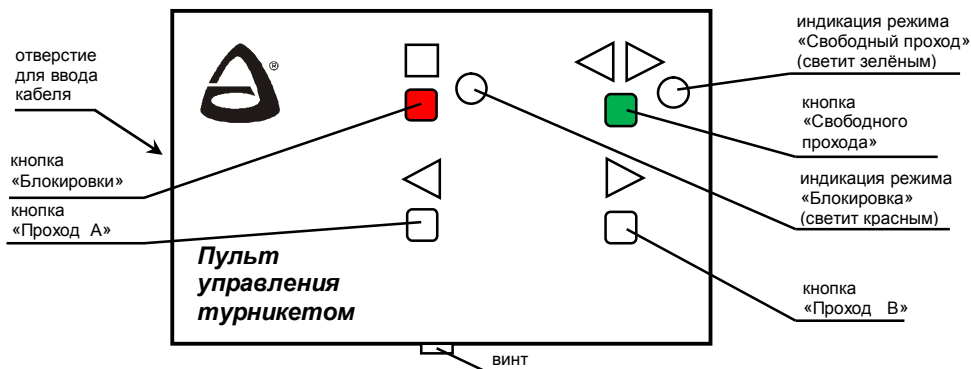
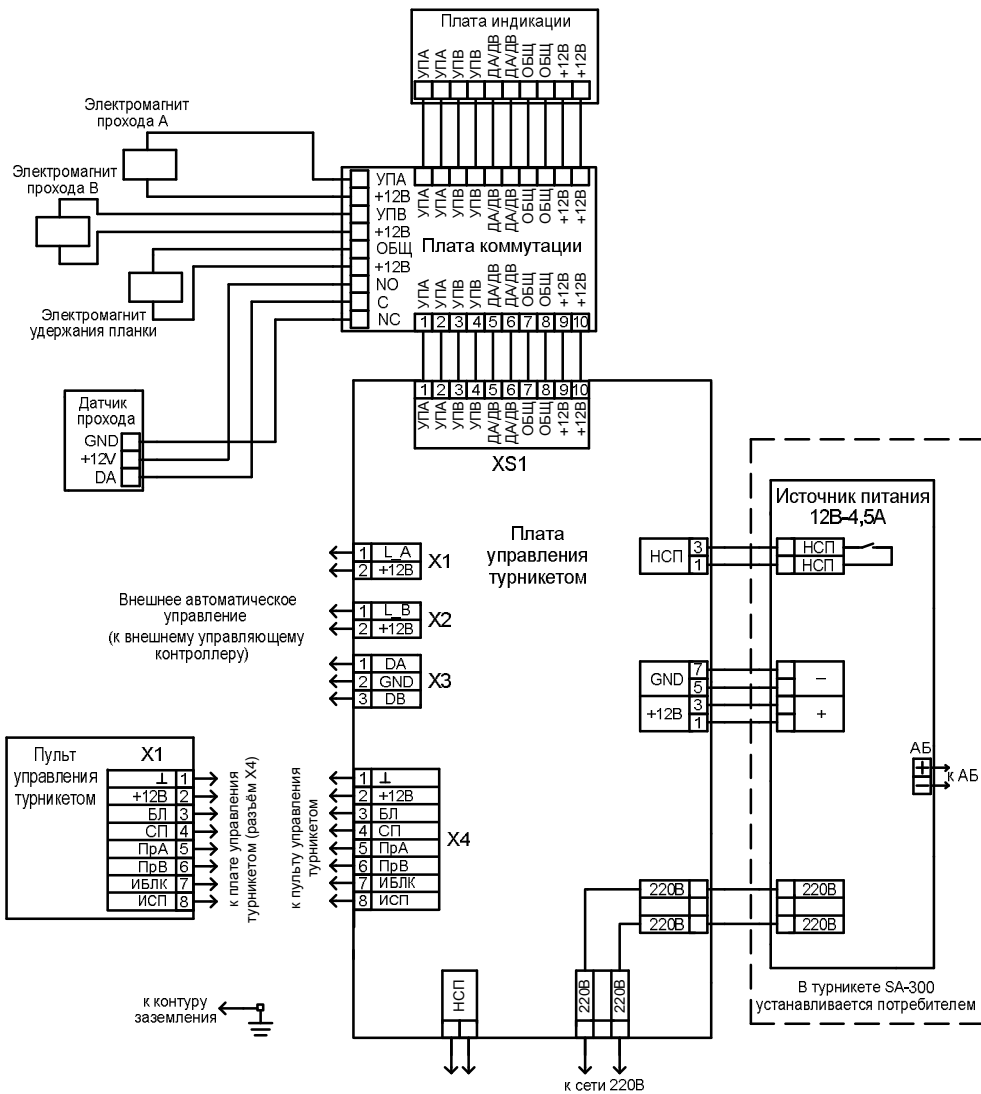

Рис.3 Внешний вид пульта управления
Рис.8 Схема электрическая соединений турникетов SA-300 и SA-301
Пульт управления турникетом (рис.3) предназначен для ручного дистанционного управления турникетом.
Пульт управления поставляется в комплекте с турникетом и подключается к плате управления турникетом - Рис.8.
- подключите кабель пульта управления к клеммнику Х4 платы управления турникетом и к клеммнику пульта (выкрутите винт – рис.3, снимите крышку, на крышке пульта расположена плата с клеммником, проденьте кабель в отверстие, подключите кабель согласно схеме подключения – рис. 8, зафиксируйте кабель хомутом, соберите пульт);
- в режиме «Ожидания» нажмите на кнопку «Проход А» (рис.3). На индикаторе состояния засветится зелёная стрелка – разрешен однократный проход, проверните планки по направлению стрелки. После проворота засветится красный крестик – турникет снова в режиме «Ожидания»;